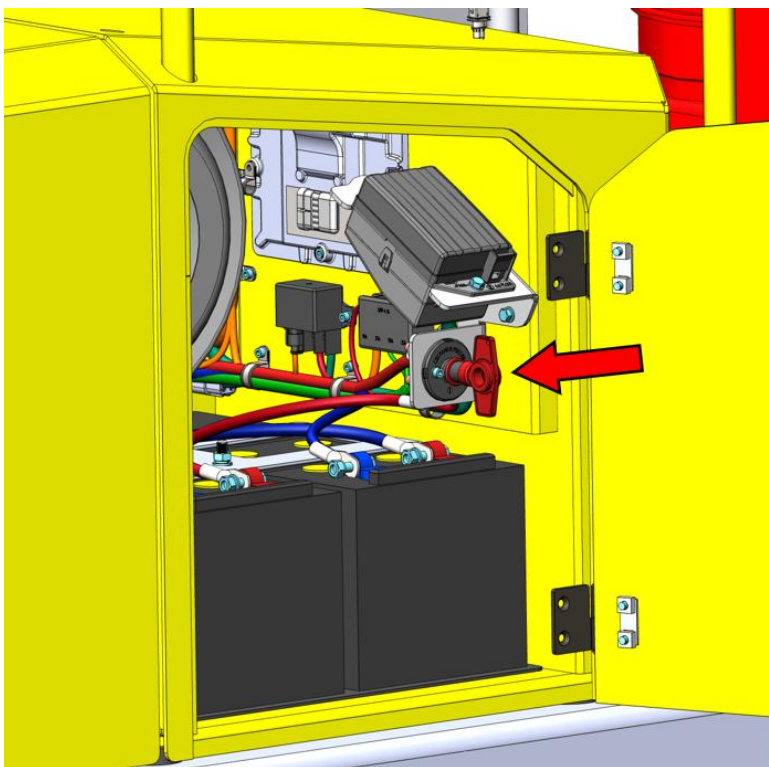

Рисунок 3.12. Главный выключатель АКБ
- ▶ Обесточить систему электрооборудования машины. Для этого необходимо открыть аккумуляторный ящик и повернуть главный выключатель АКБ против часовой стрелки, см. рис. 3.12.